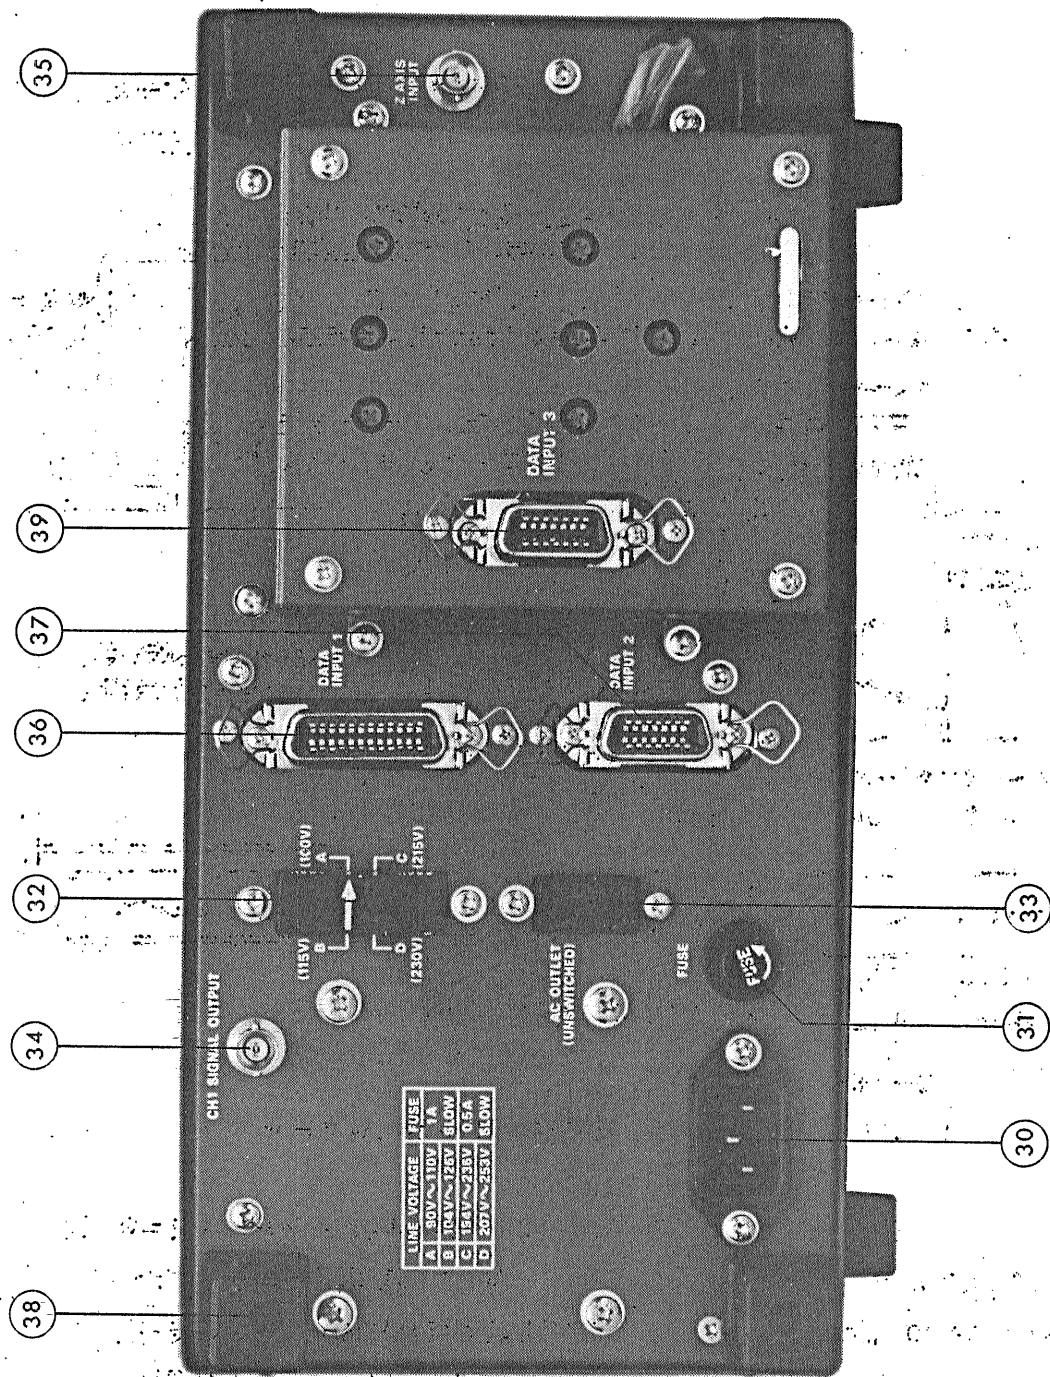

図 1 背面パネル
3.2 背面パネルの説明（図1参照）
- ③⑩ 電源コネクタ 本器に電力を供給する電源コード用コネクタです。付属の電源コードを差し込んで使用します。
- ③⑪ FUSE ヒューズホルダでスローブローヒューズを使用します。左へ回転させるとキャップがはずれヒューズが取り出せます。
- ③⑫ 電源切換プラグ 本器の使用電圧範囲を選ぶコネクタです。使用電源 LINE に合わせ電圧切り換えプラグを矢印に合わせます。
- ③⑬ AC OUTLET 電源 LINE のアウトレットです。100VA 以下の消費電力を持つ機器の場合使用できます。（UNSWITCHED）
- ③⑭ CH 1 SIGNAL OUTPUT CH 1 の信号出力端子です。入力信号の周波数をカウンタ等で測定する時に使用します。
- ③⑮ Z AXIS INPUT 外部からの輝度変調入力端子です。
- ③⑯ DATA INPUT 1 外部コントロール機能の内①機能をコントロールするための外部接続用 24PIN コネクタです。
- ③⑰ DATA INPUT 2 外部コントロール機能の内②機能をコントロールするための外部接続用 14PIN コネクタです。
- ③⑱ コード巻き コード巻です。
- ③⑲ DATA INPUT 3 カーソル線用の入力 14PIN コネクタです。